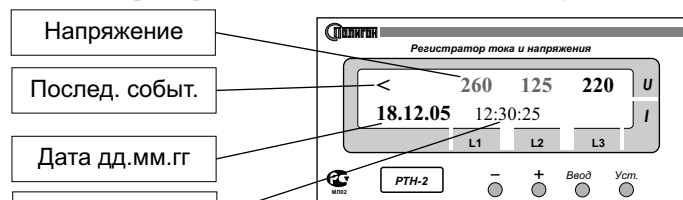
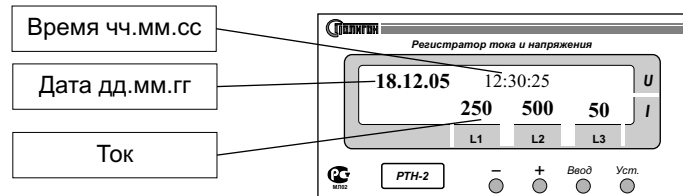

Рис.2
Рис.3
4.1.3. Для просмотра записанных событий необходимо нажать кнопку «Ввод», при этом на дисплее высветится запись последнего события аварийной ситуации по напряжению (рис.2) или по току (рис.3), причем значения напряжения и тока, несоответствующие заданным параметрам, мигают. Нажатием на кнопку “-” можно